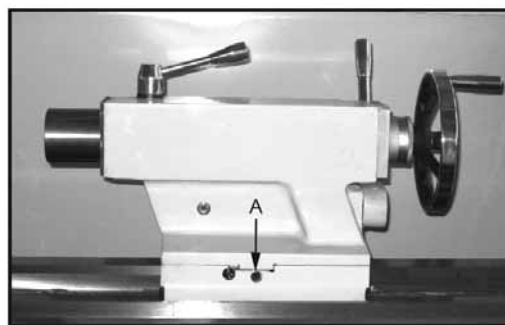

Fig. 22
3. Om en justering kreves, rett inn dubbdokken med stillskruen (A, fig. 22).